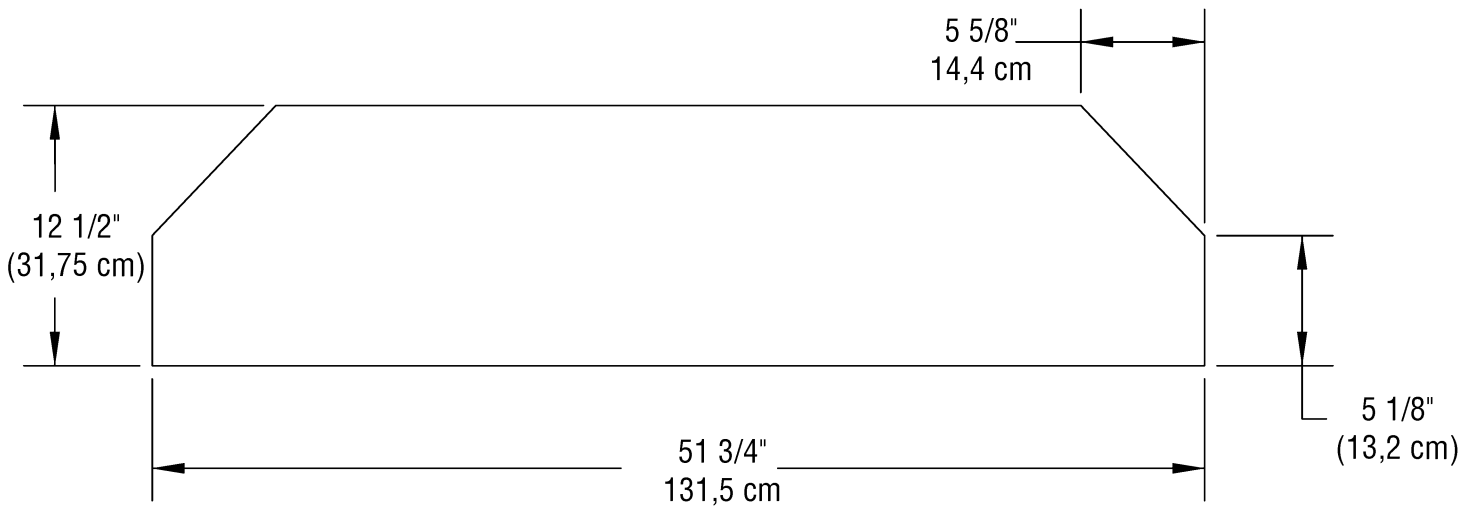

figure 1, figure 1, figura 1
1. Cut shelves to designated dimensions using 3/4" thick wood. See figure 1 on page 11.
1. Coupez les étagères selon les dimensions indiquées en utilisant des planches en bois de 3/4 po. (2 cm) d'épaisseur. Reportez-vous à la figure 1 de la page 8.